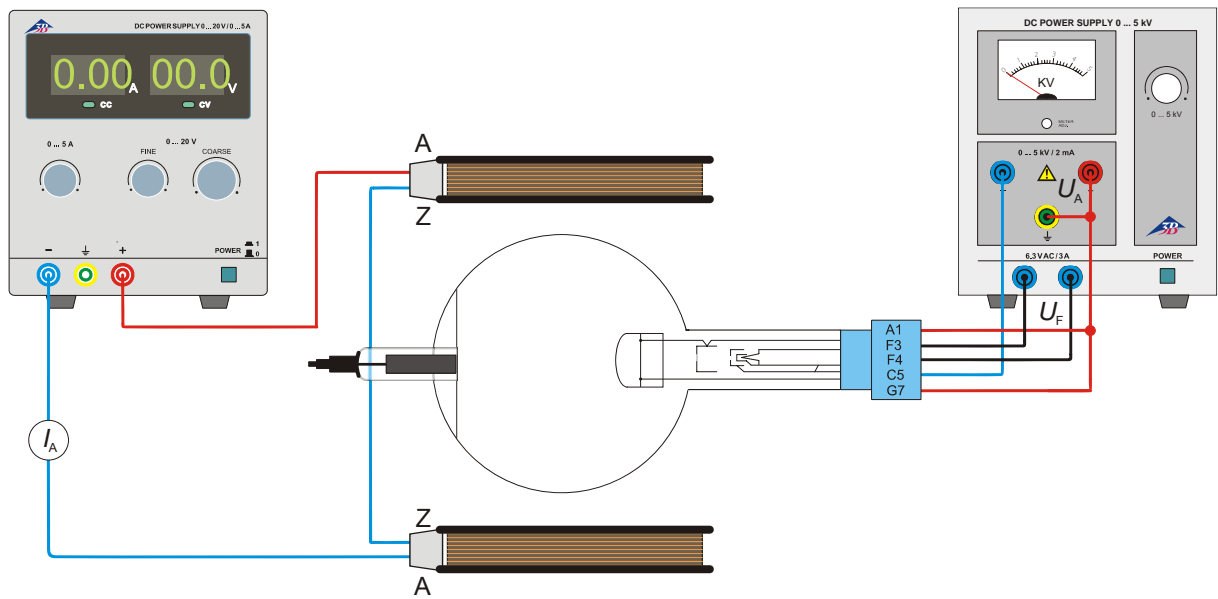

Fig. 3 Abschätzung der spezifischen Elektronenladung  $e/m$
- Versuchsaufbau gemäß Fig. 3.